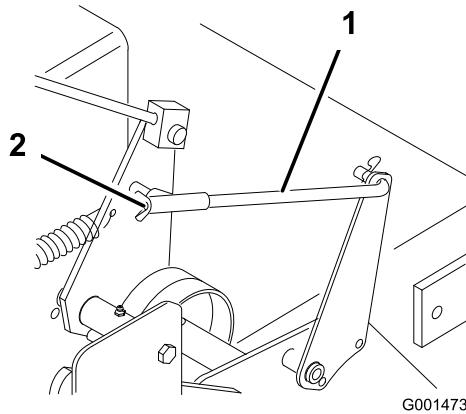

Figura 39
5. Para ajustar el freno, gire las tuercas de orejeta de las varillas de freno (**Figura 39**). Gire las tuercas de orejeta en el sentido de las agujas del reloj para apretar el freno; gírelas en el sentido contrario a las agujas del reloj para aflojar el freno.